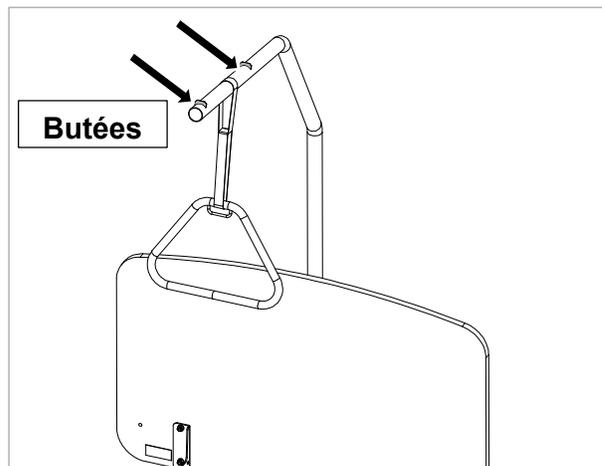

Figure 7.11
11. Assurez-vous que la courroie de fixation est située entre les deux butées. Cela garantit que la poignée ne glissera pas de la potence pendant l'utilisation (voir Figure 7.11).